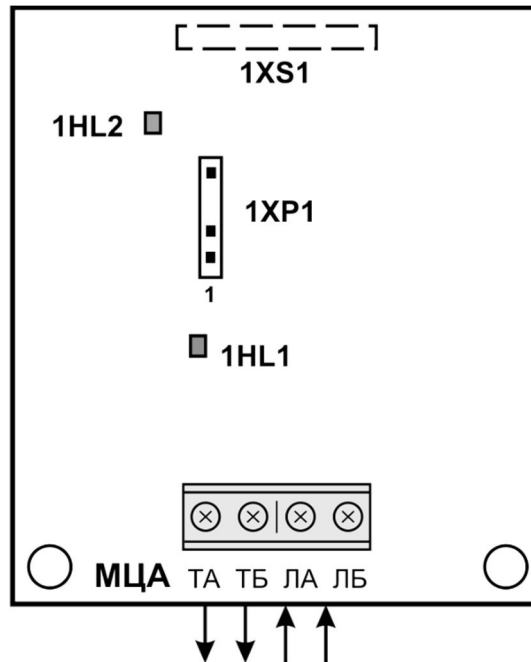

Рисунок 7.10 - Підключення входів та виходів МЦА
До ППКП Тірас-16П можливо приєднати два МРЛ-8/М-OUT8R з адресою «1». Адреса МРЛ-8 встановлюється джамперами JP1-JP3 (рис. 7.10). JP1=0, JP2=0, JP3=0 відповідає адресі «1». Всі технічні характеристики МРЛ-8 наведені в розділі 4. Детальна інформація про налаштування та підключення М-OUT8R наведена в паспорті ААБВ.425952.020 ПС , який можна завантажити на сайті.
- Встановити плату комунікатора на плату БМК приладу, з'єднавши роз'єм 1XS1 комунікатора (рис. 7.10) з роз'ємом 3XP4 приладу (Додаток Г, рис. Г.1) та зафіксувавши плати між собою тримачами.